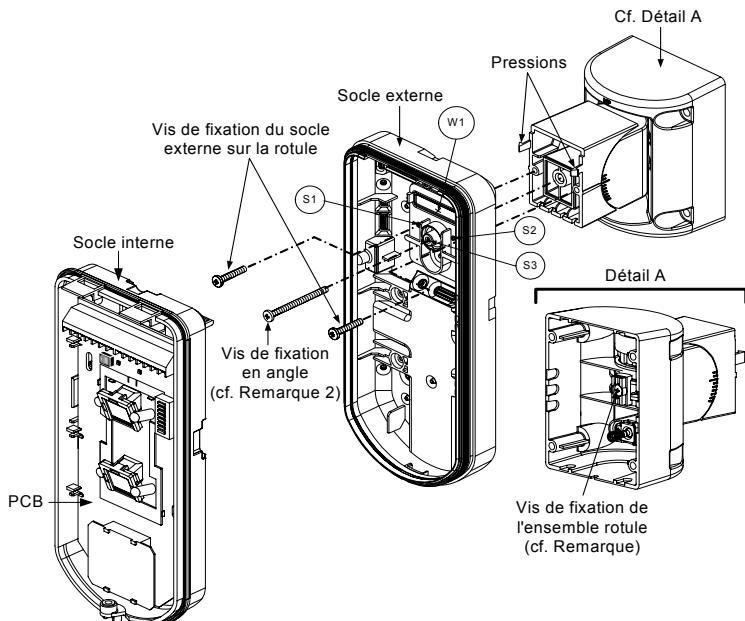

Figure 8
8. Fixez le socle externe à la rotule à l'aide de deux vis passant par les pastilles correspondantes (Figure 8).